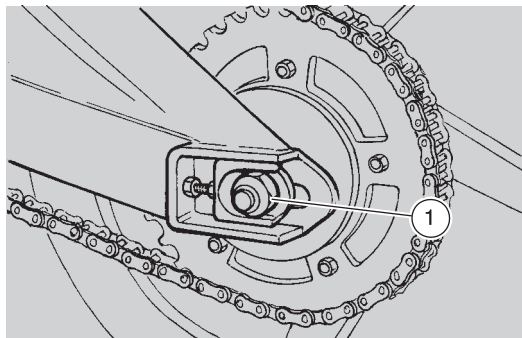

Fig. 36
- dévisser et ôter l'écrou (1-Fig. 36);
- visser l'écrou (1-Fig. 36), jusqu'à ce que le pivot ne se trouve bien placé dans son siège;
- serrer l'écrou (1-Fig. 36).